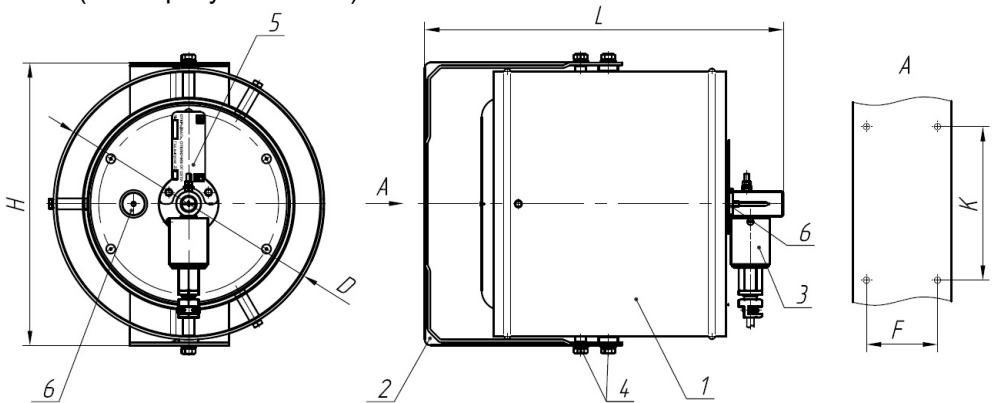

Рис.1.
6. Габаритные и присоединительные размеры (рис.1), мм, не более: <ul style="list-style-type: none"> <li>• длина - L</li> <li>• диаметр - D</li> <li>• ширина – Н</li> <li>• ширина – К</li> <li>• ширина – F</li> </ul>	340 240 250 168 78
3.1. В комплект поставки (рис.1) входит:
4.1. Устройство генератора (рис.1).
7.2. Монтаж генератора производится с помощью кронштейна крепления поз.2 (рис. 1) на жесткой вертикальной конструкции (стены, колонны и др.). Генераторы при установке должны быть так ориентированы, чтобы при их работе струи огнетушащего аэрозоля не оказывали теплового воздействия на пути эвакуации, судовое оборудование, кабельные трассы, аварийное освещение, предупредительную сигнализацию топливные и масляные цистерны и трубопроводы. Генераторы должны быть удалены от путей эвакуации и других районов, где может присутствовать персонал, по крайней мере, на минимальные безопасные расстояния, определенные в соответствии с циркуляром ИМО MSC.1/Circ.1270 для воздействия температур до 75 °С, но они не должны превышать, по возможности, 2,5 м, а так же от горючих материалов по крайней мере, на минимальные безопасные расстояния для воздействия температур до 200°С. Для монтажа на металлических конструкциях кронштейн крепления закрепляется при помощи 4-х винтов М 6х30, которые привариваются к металлической конструкции, 4-х шайб пружинных 6 и 4-х гаек М 6 (Метизы в комплект не входят). Учитывая, что генератор обеспечивает объемное тушение, то максимально быстро создать концентрацию аэрозоля в зоне возможного возникновения пожара можно направлением оси генератора на неё с помощью 4-х регулировочных винтов М8 поз. 6 (рис. 1).